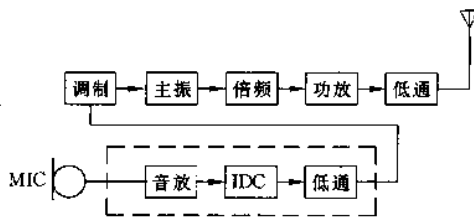
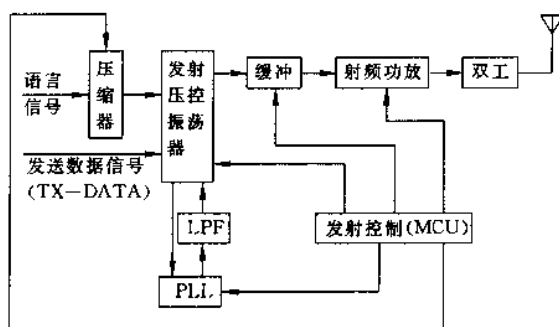

图 2-11
图 2-12
(1)无绳电话机的发射回路构成框图如图 2-11 所示,各部分的作用如下所述。
①调制器的作用是:用频率为 300~3000Hz 的话音调制信号,对主振信号进行频率调制,以便把话音信号“寄载”在高频载波上。
②主振器的作用是:产生载波信号。
③倍频器的作用是:将主振器的频率提高为所需要的发射频率,同时达到所需要的频偏。
④功率放大器的作用是:对倍频器输出的高频信号进行功率放大,使发射电路输出额定的信号功率。
⑤话音放大器的作用是:对话音调制信号进行预处理,它包括话音放大电路、瞬时频偏控制电路(IDC)和低通滤波电路三部分。
⑥输出低通滤波器的作用是:抑制发射电路输出信号中的谐波分量,以减少对其它频道工作的无线接收机的干扰。
(2)多频道自动选址的无绳电话机发射回路构成如图 2-12 所示。图中 LPF 为低通滤波器,PLL 为频率合成锁相环电路。